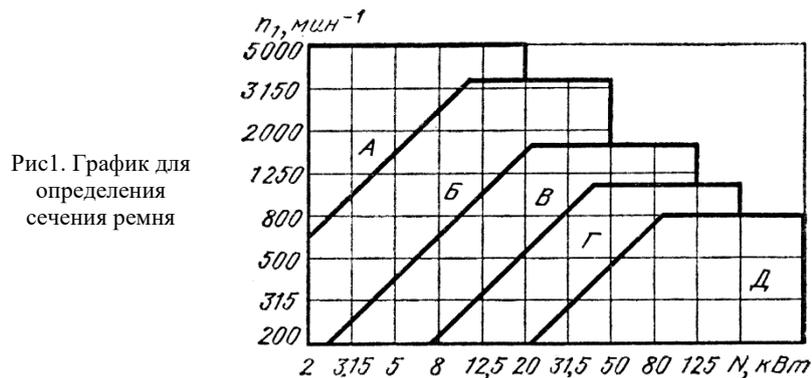

Рис.1. График для определения сечения ремня
1. Сечение ремня выбирают по графику рис. 1, где область применения данного сечения расположена выше собственной линии и ограничена линией предыдущего сечения.